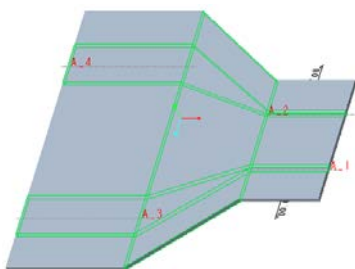

图 1-247 创建过渡展平特征
(5) 在“(过渡类型)”对话框中单击“确定”按钮, 完成过渡展平特征的效果如图 1-247 所示。